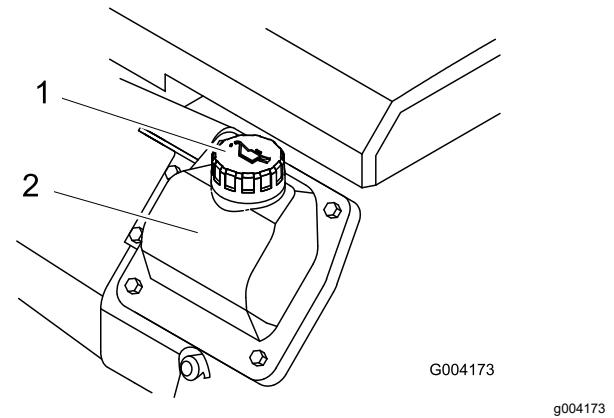

Bild 36
- Reinigen Sie bei niedrigem Ölstand den Bereich um den Ölfüllstutzendeckel und nehmen den Deckel ab (Bild 36).
6. Entfernen Sie den Ölfülldeckel (Bild 36) und gießen Sie ungefähr 80 % der angegebenen Ölmenge langsam in die Ventilabdeckung ein.
9. Entfernen Sie den Ölfülldeckel (Bild 36) und gießen Sie ungefähr 80 % der angegebenen Ölmenge langsam in die Ventilabdeckung ein.